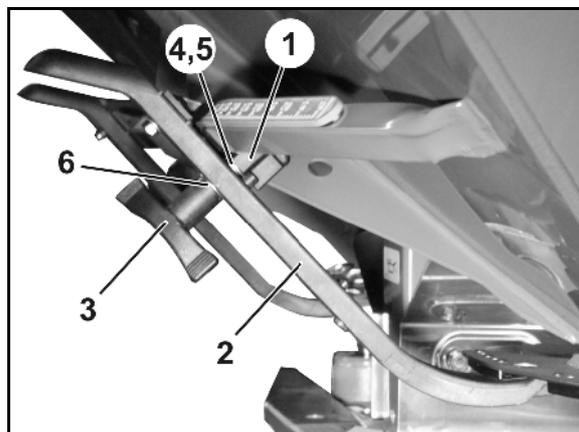

Fig. 83
6. Klemmekanismen (Fig. 83/1) for stillespaken (Fig. 83/2) skal monteres på følgende måte:
- 6.1 Skru av vingemutteren (Fig. 83/3).
- 6.2 Ta ut skruen, og bytt om på de to underlagsskivene (Fig. 83/4) fra bak (Fig. 83/5) til foran (Fig. 83/6).